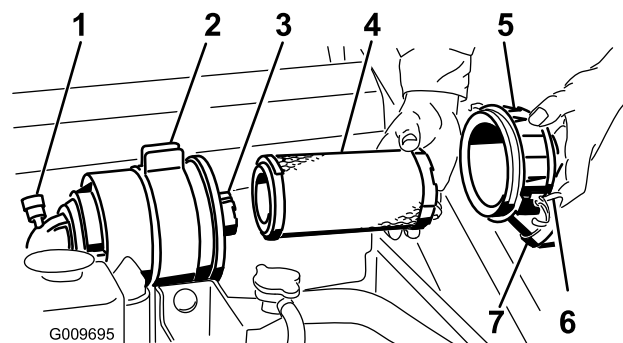

Рисунок 33
Внимание: Обслуживание фильтра воздухоочистителя следует производить только тогда, когда индикатор необходимости обслуживания станет красным (Рисунок 33). Замена воздушного фильтра без необходимости ведет лишь к повышению вероятности попадания грязи в двигатель при извлечении фильтра.
4. Освободите защелки воздухоочистителя и отделите крышку от корпуса воздухоочистителя (Рисунок 33).
1. Осторожно извлеките фильтр грубой очистки из корпуса воздухоочистителя (Рисунок 33). Старайтесь не ударить фильтр о боковую поверхность корпуса.
4. При замене контрольного фильтра будьте осторожны, вставляя новый фильтр в корпус фильтра (Рисунок 33).
5. Осторожно вставьте фильтр грубой очистки поверх контрольного фильтра (Рисунок 33). Убедитесь в том, что он полностью встал на место, надавливая на внешний обод фильтра во время его установки.
6. Установите крышку воздухоочистителя таким образом, чтобы сторона, обозначенная как UP, была обращена вверх; закрепите защелки (Рисунок 33).